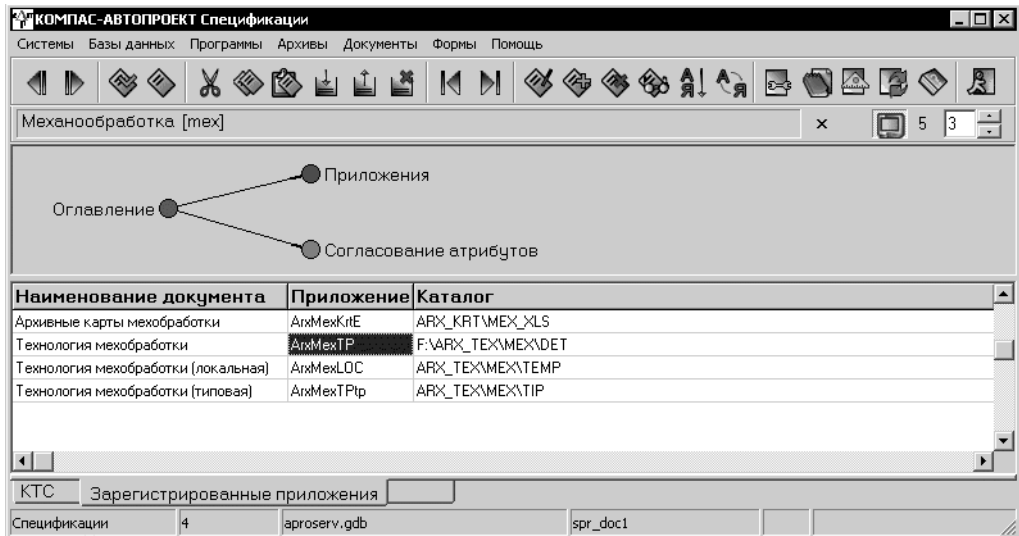

Рис. 1.10. Регистрация приложений
4. На каждой рабочей станции в КОМПАС-АВТОПРОЕКТ-Спецификации в разделе **Настройки** запустить режим **Зарегистрированные приложения + согласование атрибутов**. Для всех подсистем изменить путь доступа к архивным техпроцессам так, чтобы он указывал на соответствующий каталог на сервере (рис. 1.10).